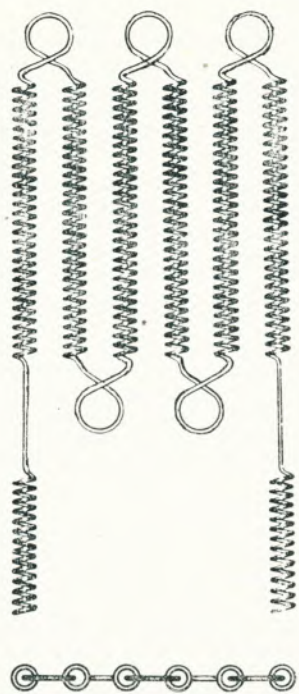

Рис. 3. Схема конструкции
1) свитая в спираль нить размещается в пределах квадрата определенных размеров в виде нескольких секций спирали, расположенных в одной плоскости. Лампы с телом накала такой формы называются лампами «Моноплан». На рис. 3 показана схема конструкции тела накала лампы «Моноплан».